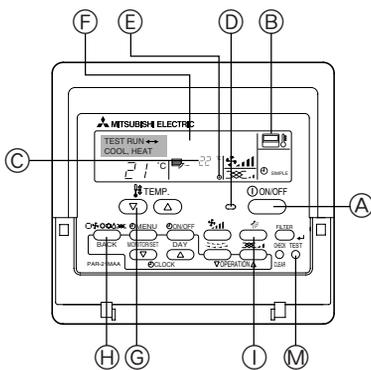

Fig. 7-1
7.2.1. Med ledningsdragen fjärrkontroll (Fig. 7-1)
- ① Sätt på strömmen åtminstone 12 timmar före testkörning.
- ② Tryck på knappen [TEST] två gånger. ⇒ "TEST RUN" teckenfönster
- ③ Tryck på knappen [Mode selection] (Driftväljare). ⇒ Se till att luft blåses ut.
- ④ Tryck på knappen [Mode selection] (Driftväljare) och växla till kylningsläge (eller uppvärmningsläge). ⇒ Kontrollera att kall (eller varm) luft blåses ut.
- ⑤ Tryck på knappen [Fan speed] (Justering av fläkthastighet). ⇒ Se till att luft-hastigheten ändras.
- ⑥ Kontrollera att utomhusenhetens fläkt fungerar.
- ⑦ Återställ testkörningen genom att trycka på knappen [ON/OFF] (PÅ/AV). ⇒ Stopp
- ⑧ Registrera ett telefonnummer.